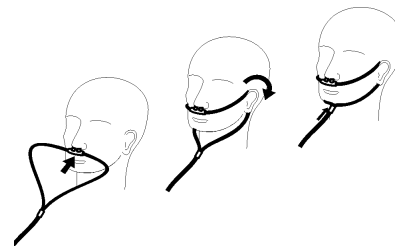

Abbildung 7
4. Legen Sie die Nasalkanüle gemäß Abbildung 7 am Patienten an.